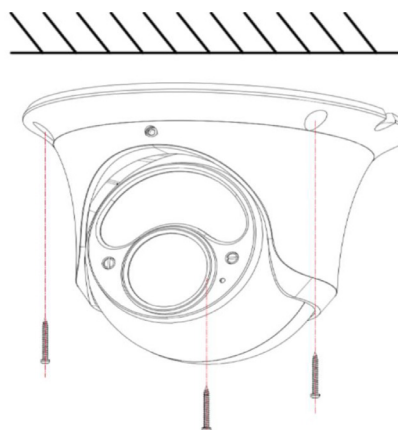

Figura 1
- 3) Fissare la telecamera con le viti a corredo della stessa, come mostrato in figura 1